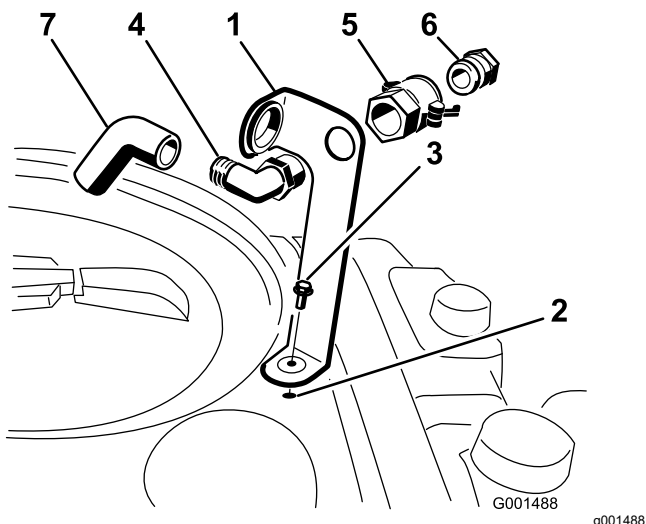

图 3
1. 如图 3 所示将加水口插口支架放在药缸的螺纹孔上方用凸缘头螺栓5/16 x 3/4 英寸固定。
2. 将 90° 弯头的螺纹端穿过支架拧上快速接头固定至支架上 图 3。
3. 将软管适配器装入快速接头 图 3。
4. 将适配器锁定到位将手柄旋向适配器然后用发卡销固定 图 3。
5. 将防虹吸软管穿过支架上的大开口然后插入到 90°弯头的宝塔接头上 图 3。